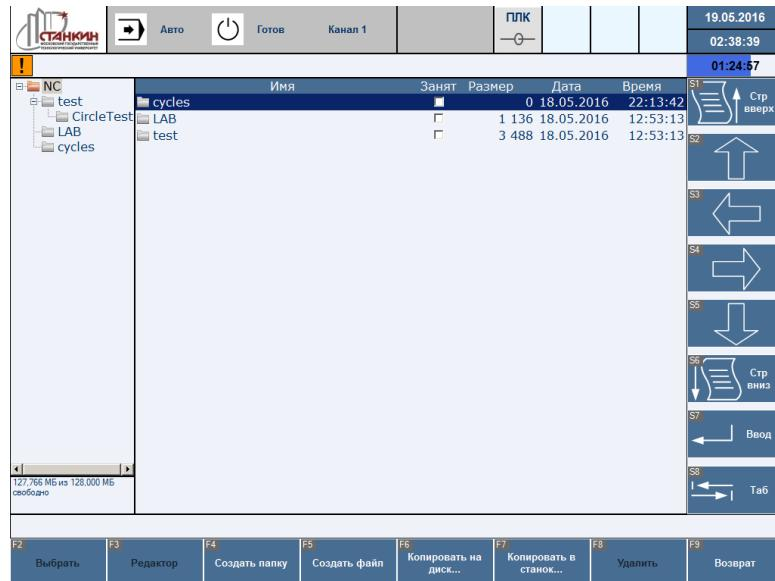

Рисунок 72 – Экран файловых операций
3. На экране файловых операций нажать клавишу F7 «Копировать в станок...» (Рисунок 72):